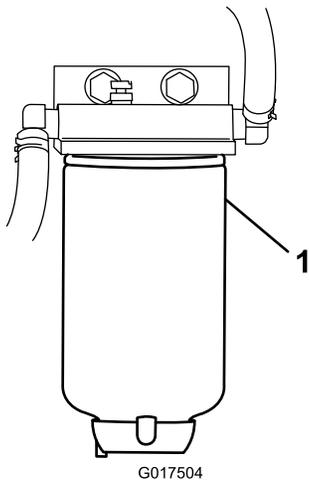

Рисунок 33
4. Отверните топливный фильтр с кронштейна (Рисунок 33).